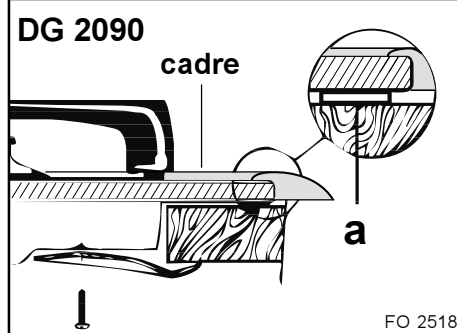

Fig.7
- 2) insérez la table dans le défoncement du meuble (Fig. 7) et poussez en bas jusqu'à ce que la table touche le fond, parvenant automatiquement à la position correcte.